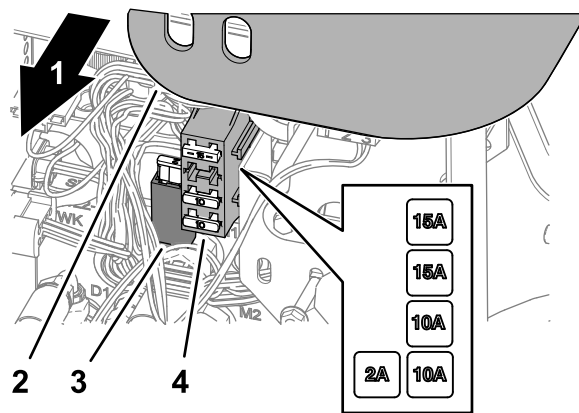

Figure 79
2. Soulevez et déposez le couvercle du bras de commande (Figure 79).
3. Localisez le fusible ouvert dans le porte-fusibles ou la boîte à fusibles (Figure 79).
5. Reposez le couvercle sur le bras de commande (Figure 79).